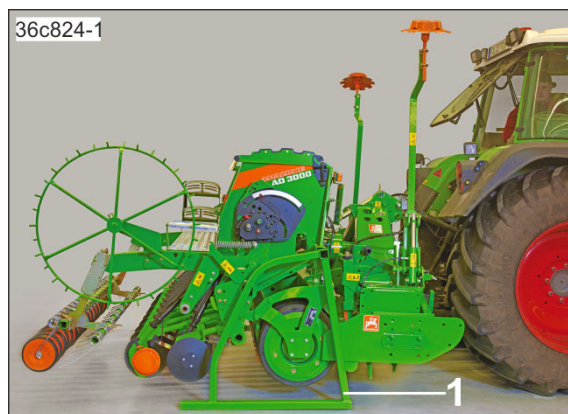

Fig. 97
9. Retirer les béquilles (Fig. 97/1).